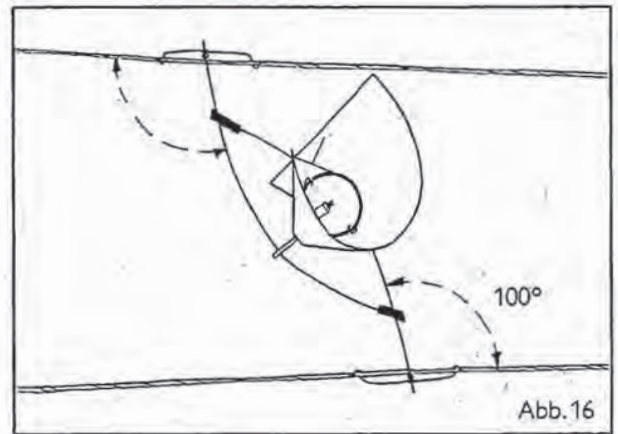

Abb. 16
1. Die fertig montierten Elemente werden am unteren Seil und wahlweise an einem der oberen Seile befestigt: Legen Sie das Element so an die gewünschte Seilverbindung, daß die Enden der Drahtbügel senkrecht (etwa  $100^\circ$ ) zu den Seilen liegen, die Haltefedern etwa parallel zu den Seilen. Nur in dieser Position können die beiden Haltefedern an den Seilen befestigt werden (Abb. 16).